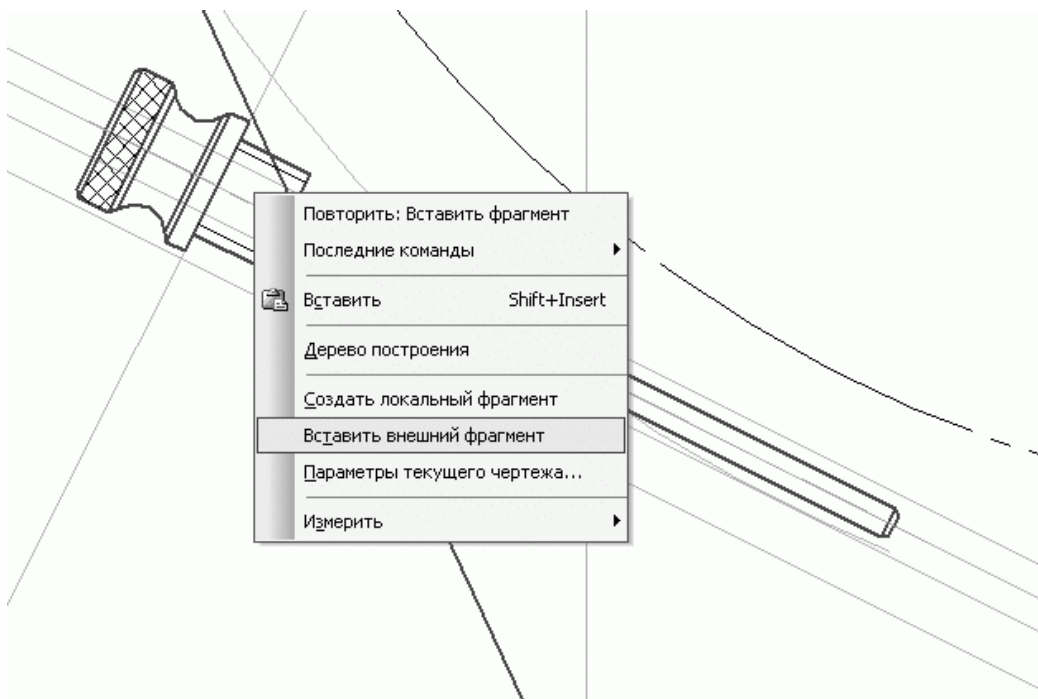

Рис. 2.117. Вставленное изображение маслоуказательного жезла
3. Теперь нужно создать изображение маслоуказательного жезла. Если вы имеете точные размеры этой детали (они приводятся в специальной литературе), можете выполнить ее на чертеже самостоятельно. На самом деле щуп, как и крышка смотрового отверстия, не является очень важной деталью в редукторе, поэтому его зачастую выполняют произвольно (в реальных условиях на производстве его иногда вообще заменяют куском проволоки или каким-либо другим подобным предметом). Поэтому я избавлю вас от необходимости тратить время на рисование этого элемента. Вы можете просто вставить маслоуказательный жезл из готового фрагмента в файле Щуп.frw (находится на прилагаемом к книге компакт-диске в папке Examples\Глава 2\Редуктор цилиндрический), для чего следует выполнить команду контекстного меню Вставить внешний фрагмент. Появится окно выбора файла фрагмента. Указав файл, определите точку вставки (фиксации изображения). После завершения выполнения команды отредактируйте угол поворота вставленного фрагмента относительно других объектов чертежа (поворачивание осуществляется при помощи характерных точек). Размеры ниши для размещения жезла принимаются конструктивно (желательно, чтобы жезл на 2/3 погрузился в масло, залитое в корпус редуктора). Вставленное изображение жезла и вспомогательная геометрия для построения ниши показаны на рис. 2.117. Вспомогательные линии нужно создавать уже после вставки и поворота изображения жезла.